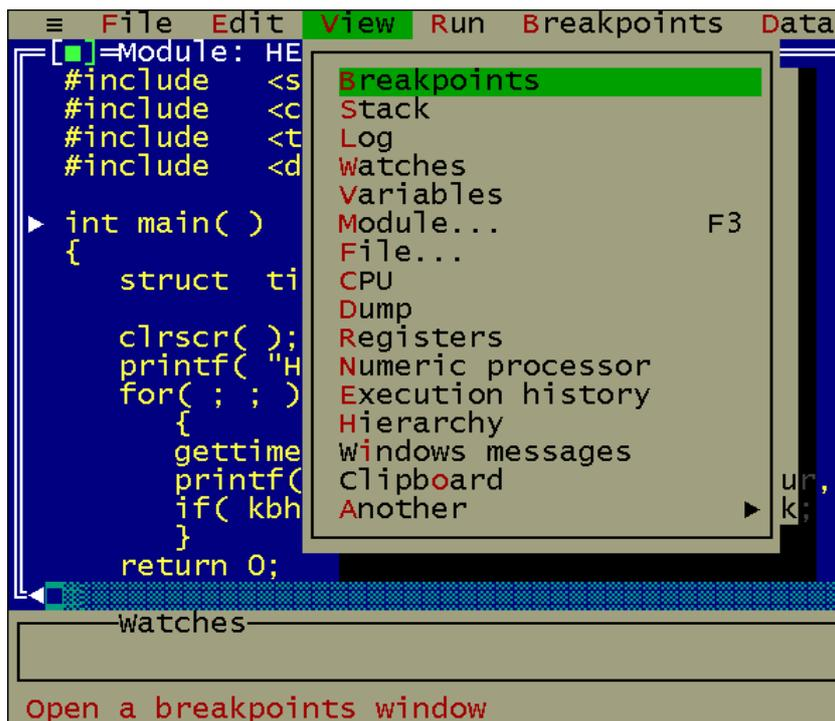

图 4 TD 的 View 下拉菜单
**View** 菜单主要用于选择各种显示窗口，以观察所需信息。菜单中每一选择行中的红色字母为快捷键。最常用的为 **CPU** 和 **Dump** 窗口，**CPU** 窗口用于观察对应的汇编指令、CPU 的寄存器内容，操作 IO 端口（将在第 6 节介绍），而 **Dump** 窗口主要用于查看存储器中的数据。直接按红色的快捷键字母，就可打开相应窗口，如按<C>键打开 **CPU** 窗口如图 4 所示。